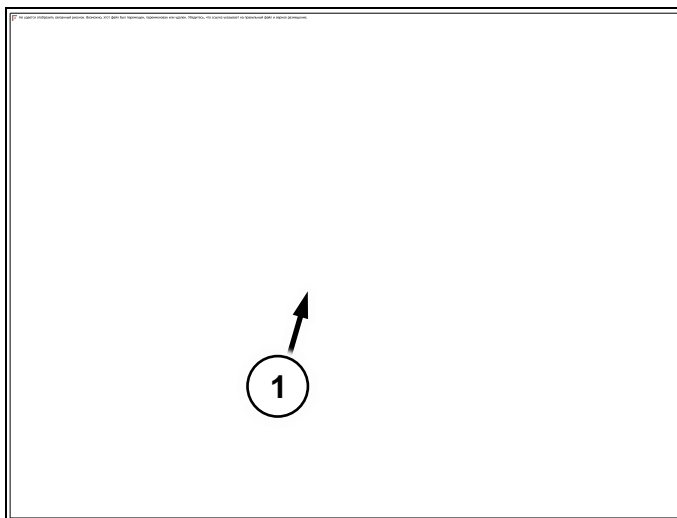

Рис. 118
3. Вращая гайки отрегулируйте зазор между корневой и концевой секцией штанг 2-3мм. (Рис. 118/1)